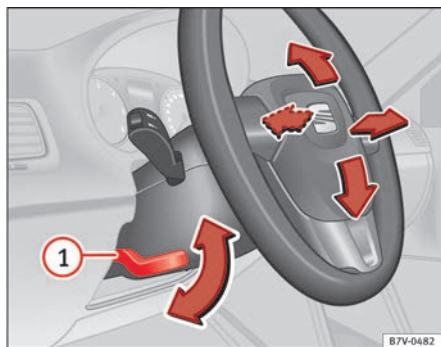

Fig. 126 Ajuste mecánico del volante.
- Mueva la palanca ⇒ fig. 126 ① hacia abajo.